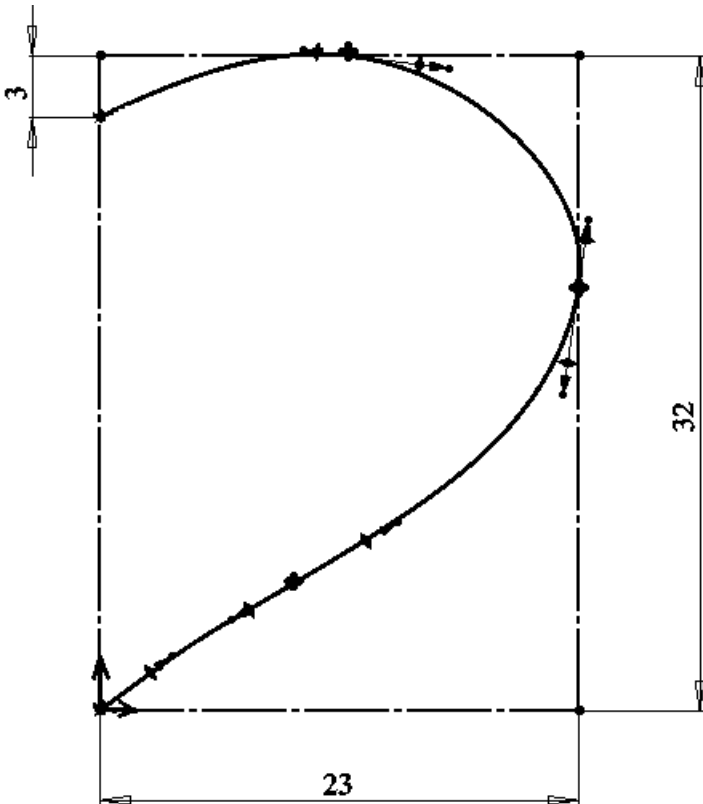

Рис. 2.10
6. Рисуем правую половину сплайна в соответствии с рис. 2.10.